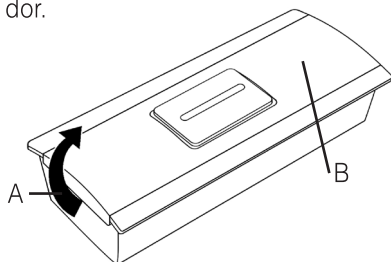

Ilustración 3: Pulsador de llamada
- Quite primero la placa frontal de plástico levantándola por una parte de la carcasa (fig. 3 A). Para ello, en caso necesario haga uso de un pequeño destornillador.
- Atornille con cuidado el pequeño tornillo (fig. 3 B) con un destornillador de estrella.